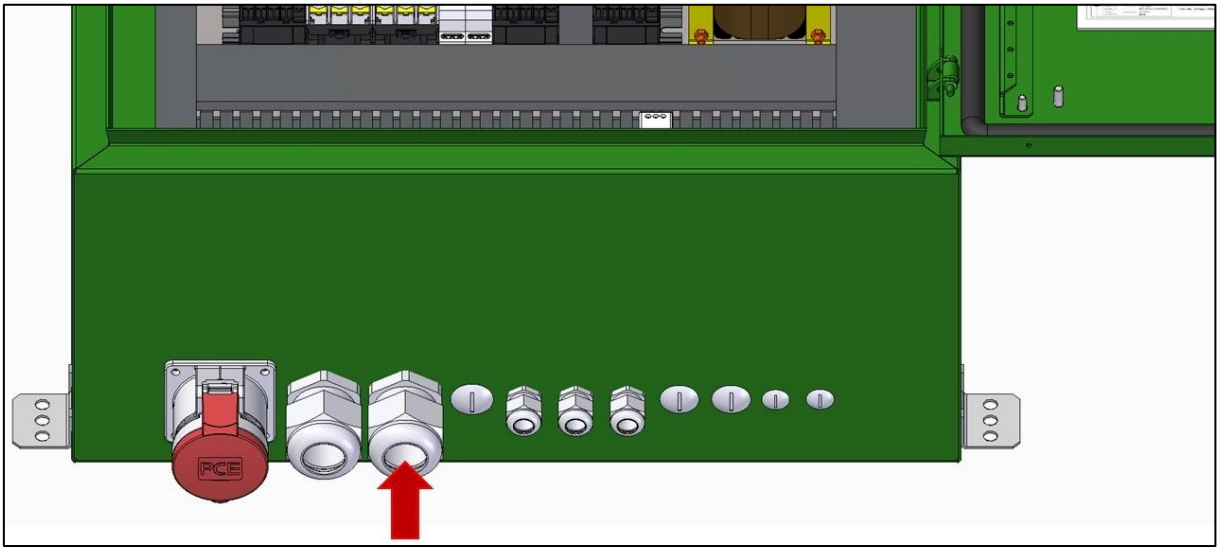

Figura 11 - PG para passagem dos cabos multicondutores.
- A. Passe os cabos multicondutores pelo prensa cabo PG29, destacado na Figura 11.